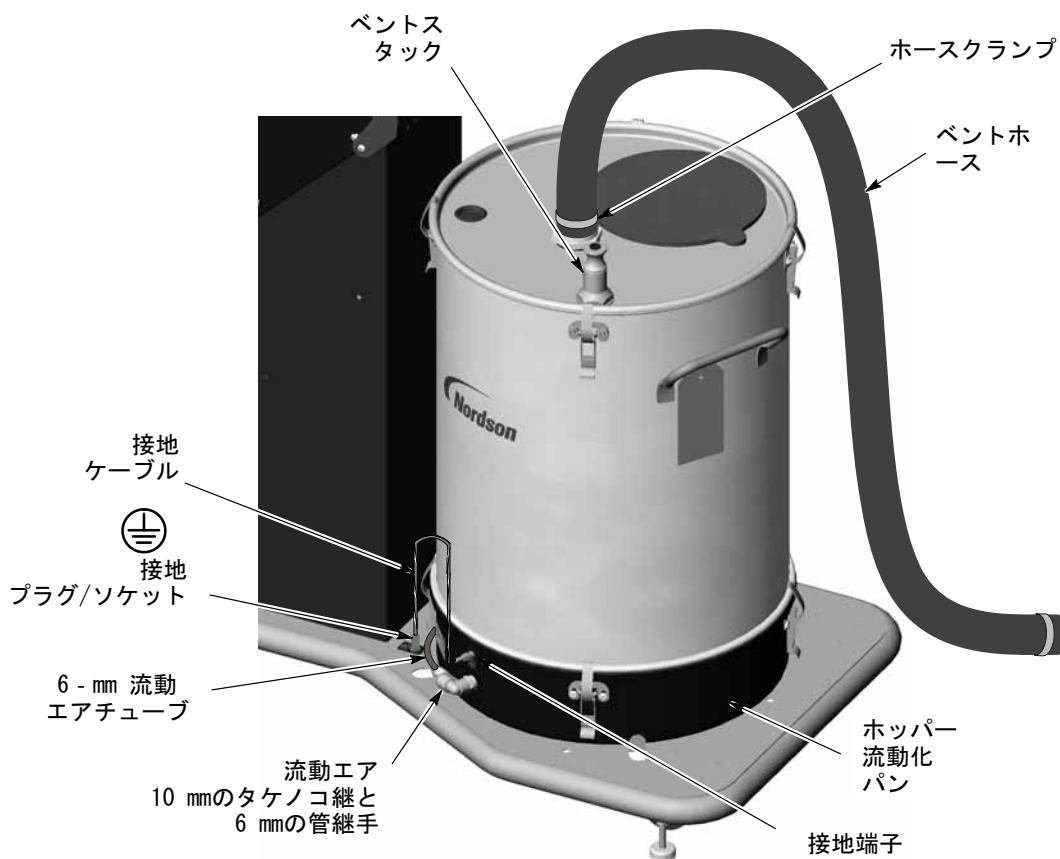

図 3-2 モバイルシステムドリーのホッパーの取り付け
1. 図3-2を参照してください。ホッパーの蓋のクランプを外し、ベントホースとホースクランプを取り外します。